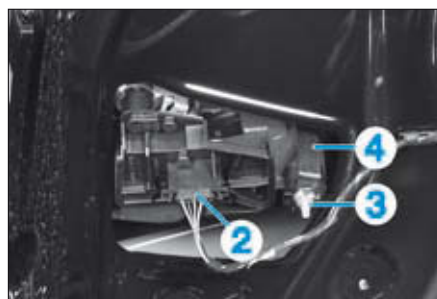

FIG. 77
- Débrancher le connecteur électrique (2) du feu (Fig.77).
- Déposer l'écrou (3) de fixation du feu et déposer l'étrier (4).